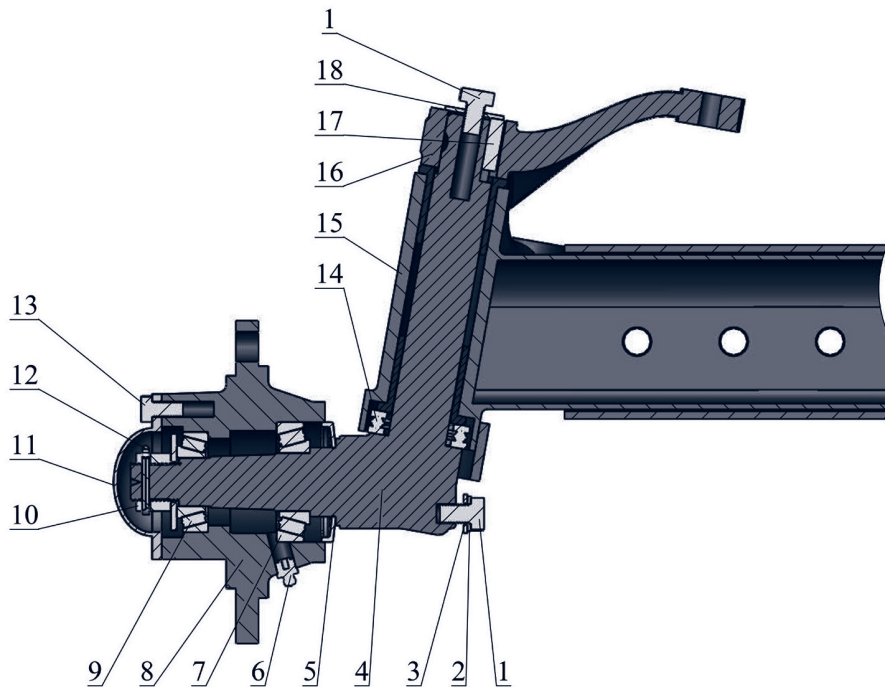

Рис. 18. Регулировка зазоров колеи конических роликовых подшипников.
Величина осевого зазора в подшипниках (поз. 7,9, рис. 18) ступиц передних колес должна составлять 0,08-0,20 мм. В процессе эксплуатации трактора вследствие износа подшипников и прочих деталей величина зазора изменяется, что влечет за собой нарушение нормальной работы. Проверка свободного хода в подшипниках ступиц производится после обкатки и через каждые 500 моточасов работы трактора.
3. Отверните болты крепления крышки ступицы (поз. 13, рис. 18) и снимите крышку (поз. 11, рис. 18).
4. Выньте шплинт (поз. 12, рис. 18) и, поворачивая колесо, затяните корончатую гайку (поз. 10, рис. 18) до появления сопротивления вращению колеса.
5. Отпустите корончатую гайку до совпадения ближайшей её прорези с отверстием под шплинт в оси поворотной цапфы (поз. 4, рис. 18). Проверьте легкость вращения колеса и наличие люфтов.